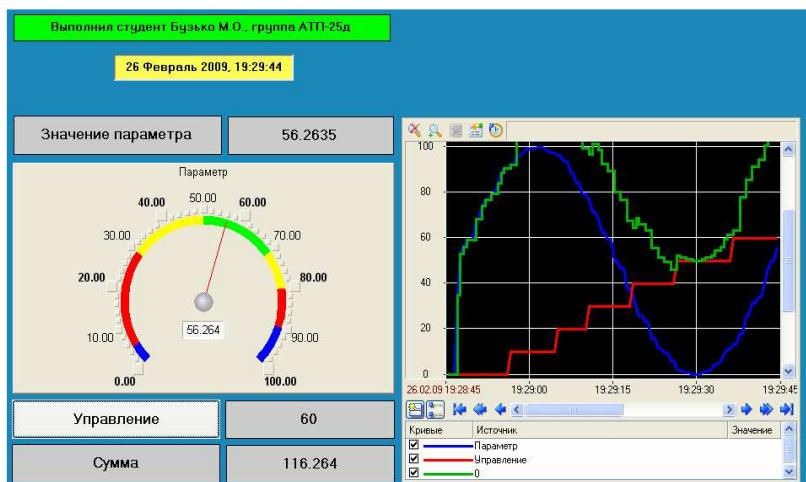

Рис. 5.14
5.4.5.4. За допомогою кнопки **Управління** ввести величину "управляючої дії" і спостерігати відповідну зміну реального значення каналу **Управління** і результату роботи програми підсумовування (рис.5.14).